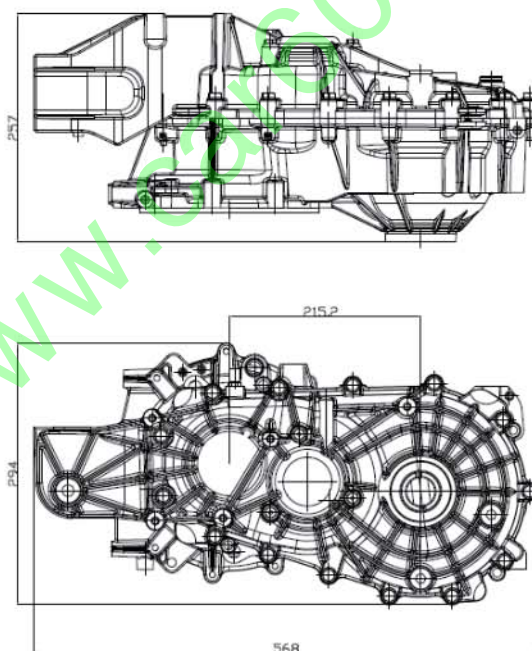

图 7
2. 变速箱总成外观尺寸大小:  $A \times B \times C = 568\text{mm} \times 294\text{mm} \times 257\text{mm}$  (见下图 7):